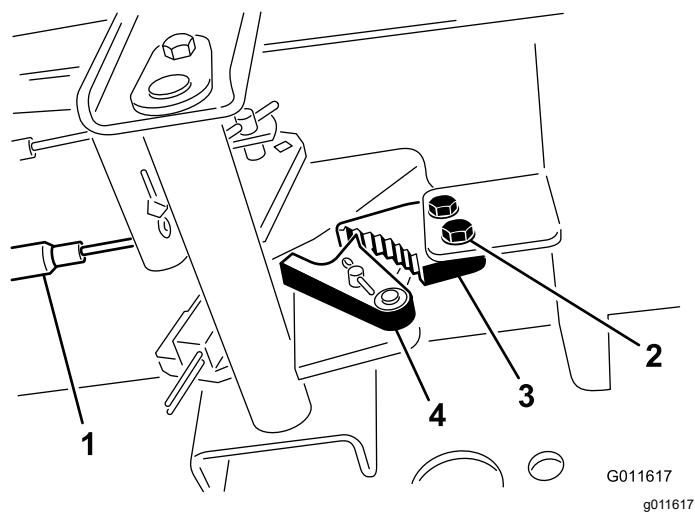

図 114
2. 駐車ブレーキのツメをフレームに固定しているねじ2本をゆるめる **図 114**。
3. ブレーキのツメが戻り止めに完全に掛かるまで駐車ブレーキペダルを前に踏み込む **図 114**。